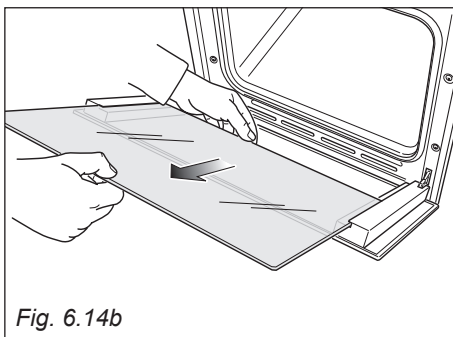

Fig. 6.14b
- Sfilare delicatamente il vetro interno (fig. 6.14b)